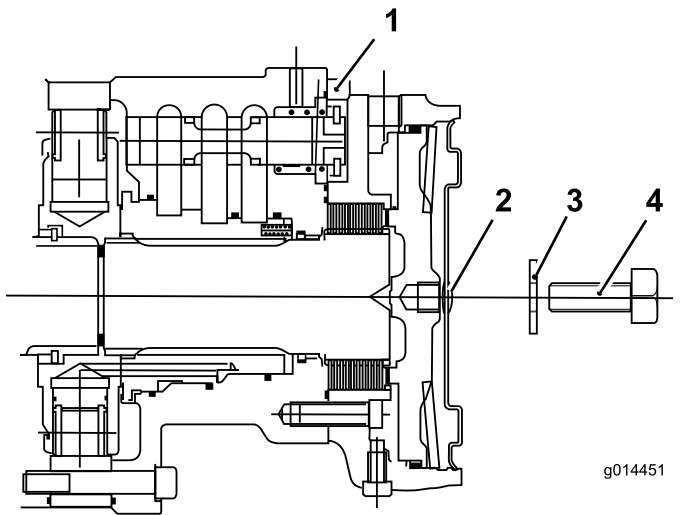

Bild 36
- Ziehen Sie die Schraube im Gewindeloch des Bremskolbens an, bis sich die Bremse löst (Bild 36).